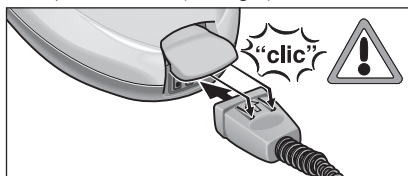

Fig. 1 : branchement du bloc connecteur
- Enfoncez à fond le bloc connecteur (C6) dans la prise femelle (A1). Les deux saillies du bloc connecteur doivent s'enclencher sur le couvercle de la prise femelle (voir fig. 1).